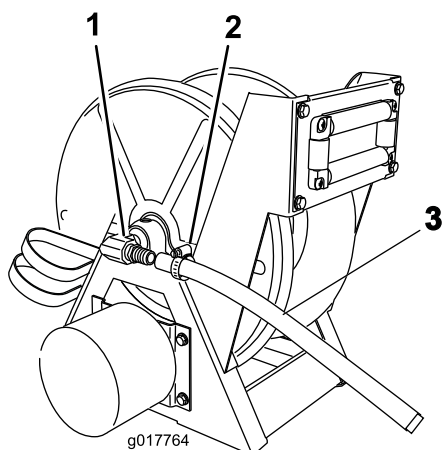

Figura 16
17. Collocate una fascetta stringitubo sull'estremità del flessibile e collegate l'estremità del flessibile al raccordo ad angolo retto sul gruppo avvolgitubo (Figura 16).